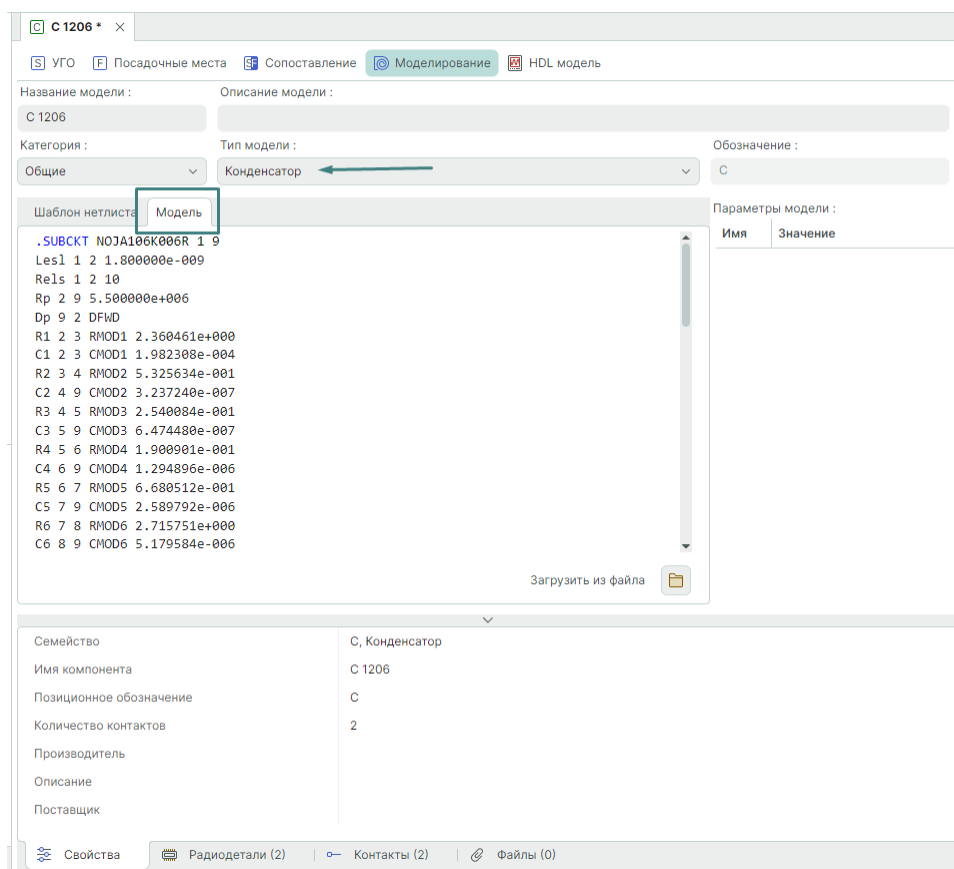

Рис. 14 Ввод примера списка цепей модели в текстовом окне вкладки «Модель»
- Введите нетлист (список цепей) модели в текстовом окне вкладки «Модель», см. Рис. 14.